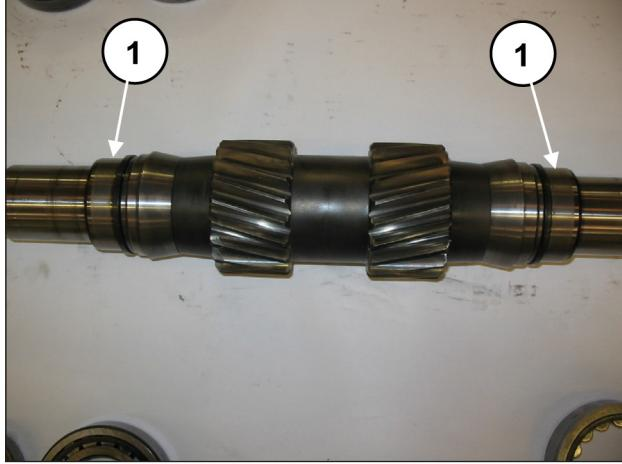

Fig. 52
introducir en el eje PTO las 2 anillas internas de los cojinetes (una por cada lado) (pos. ①, Fig. 52).